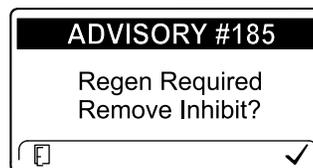

Figure 37
**Remarque:** Si vous programmez l'InfoCenter pour interdire la régénération, l'InfoCenter affiche ADVISORY #185 (avis n) 185) (Figure 37) toutes les 15 minutes tandis que le moteur demande une régénération commandée.